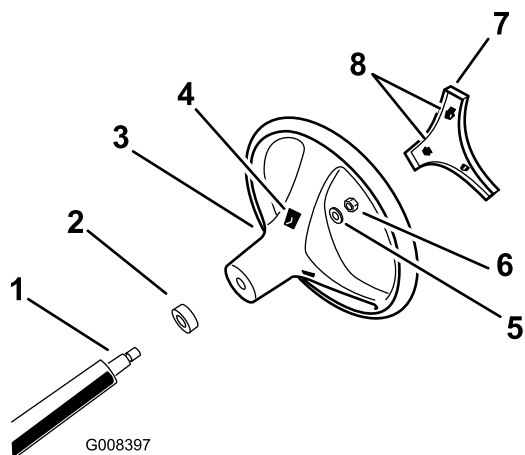

図 3
1. ハンドルの裏側にある開口部から、センターカバーのロックタブを外し、ハンドルからカバーを外す (図 3)。
2. ハンドルシャフトからロックナットとワッシャを外す (図 3)。
3. ハンドルをステアリングシャフトのスプラインに合わせる (図 3)。
4. ワッシャとロックナットねじをステアリングに組み付ける (図 3)。
6. センターカバーのロックタブを、ハンドル中央部の開口部に合わせて、カバーがパチンと音をたててロックするまで押し込む (図 3)。